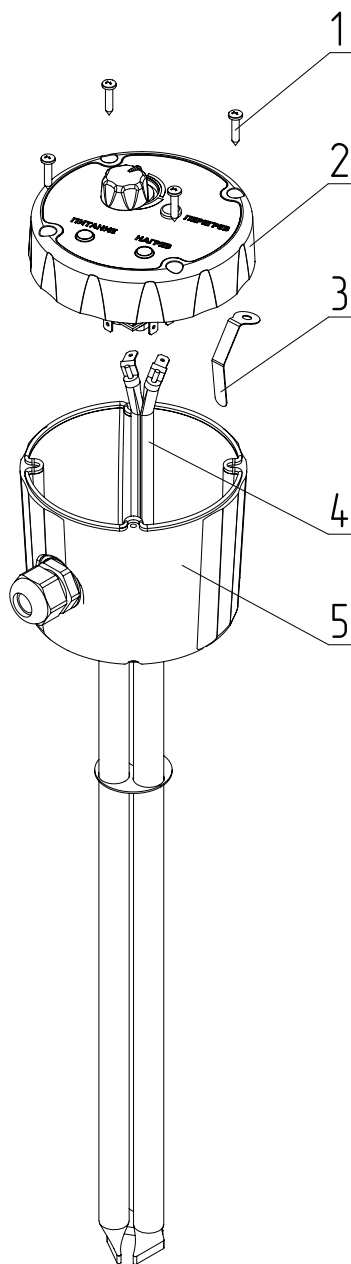

Рис.7 Демонтаж / Сборка ТЭНБ «сухого» с термостатом 3,6 кВт
- Открутить саморезы (Рис.7, поз.1);
- Снять крышку (Рис.7, поз.2);
- Отсоединить провода у сухого ТЭН (Рис.7, поз.4);
- Придерживая ТЭНБ за основание (Рис.7, поз.5), аккуратно вытащить ТЭН (Рис.7, поз.4).
- Вставить в отверстие колбы ТЭНБ фиксатор (Рис.7, поз.3);
- Вставить в это отверстие сухой ТЭН (Рис.7, поз.4);
- Закрыть крышку (Рис.7, поз.2);
- Закрутить саморезы (Рис.7, поз.1).